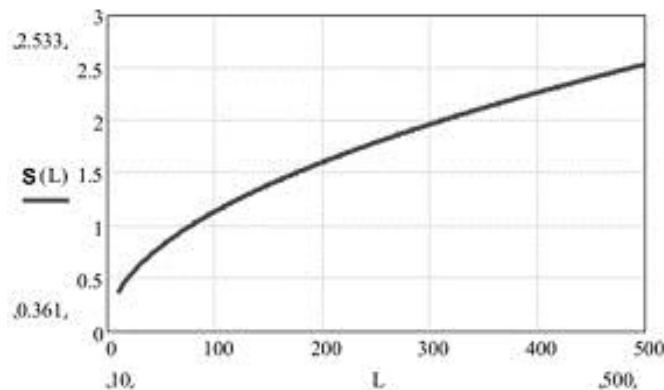

Рис. 4.2
4.1.3 Максимальная ширина « S » ЧЗ на открытом участке зависит от расстояния между БПРД и БПРМ, определяется как $S(L)$ по ориентировочному графику (см. рис. 4.2) при L равном расстоянию между БПРД и БПРМ. Ширина ЧЗ на конкретном отрезке определяется по тому же графику, но при L равном удвоенному расстоянию до ближайшего блока. На графике обозначено: L – расстояние между БПРД и БПРМ (ось абсцисс); $S(L)$ – ширина ЧЗ в середине участка.
4.1.4 При выборе высоты установки необходимо учесть, что при приближении к БПРД (БПРМ) вдоль оси, ЧЗ «сужается» как показано на рис. 4.2. БПРД и БПРМ размещаются на выбранной высоте (для приземного варианта размещения рекомендуется $0,5\dots1,4$ м) от поверхности земли.